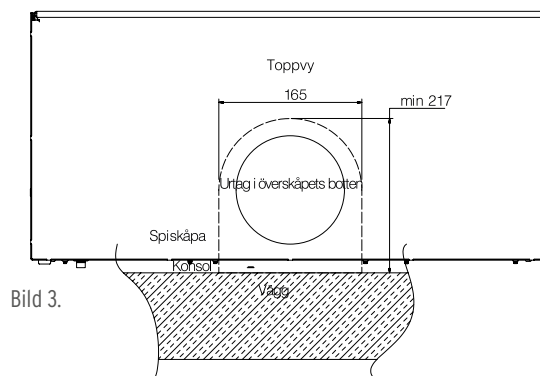

Bild 3.
2. Tag upp hål i eventuellt skåp över spiskåpan för ventilationskanal och elkabel (bild 3).